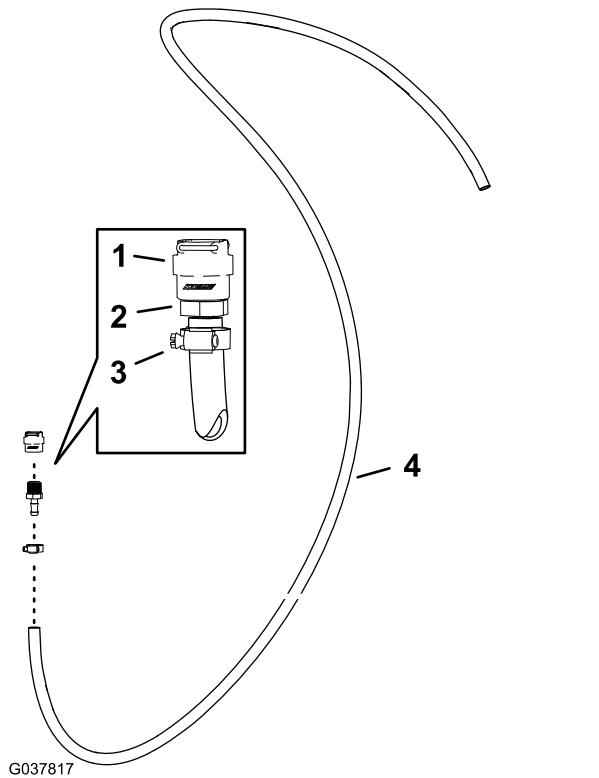

Рисунок 93
1. Установите быстроразъемный штуцер (гнездо) на прямой штуцер типа «елочка» (1/2 дюйма) и в шланг размером 1,3 x 762 см (1/2 x 300 дюймов) с помощью хомута, снятого при выполнении действий, описанных в разделе Демонтаж распылителя с шланга подачи \(страница 20\), как показано на Рисунок 93.